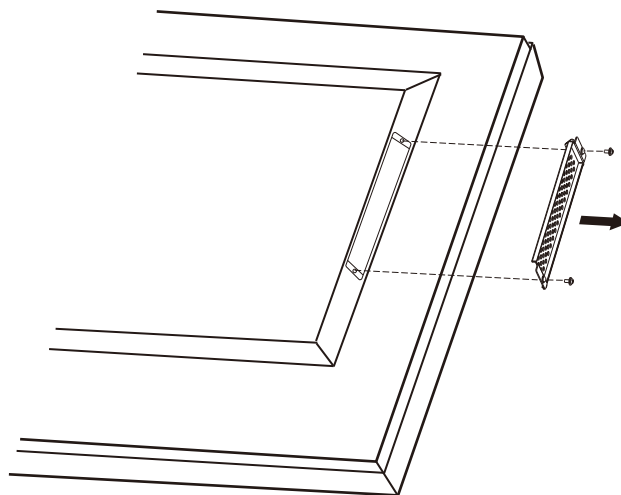

図 1
2. オプションボード用スロットのネジを外し(図 1)、オプションスロットカバーを取り外します。